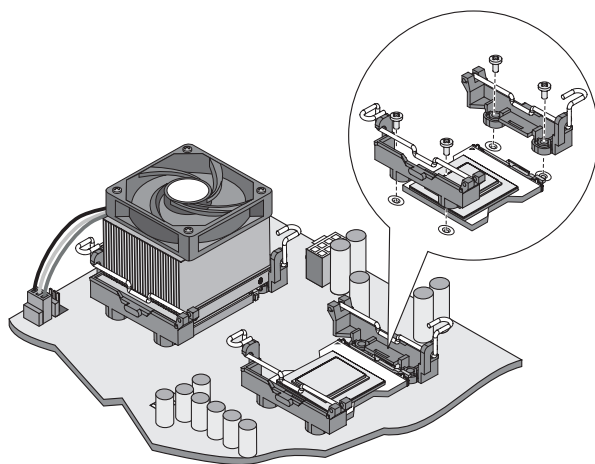

Figura 2-17. Montaggio delle staffe del dissipatore
4. Ripetere il procedimento per montare l'altra staffa. Fare riferimento alla figura 2-17.